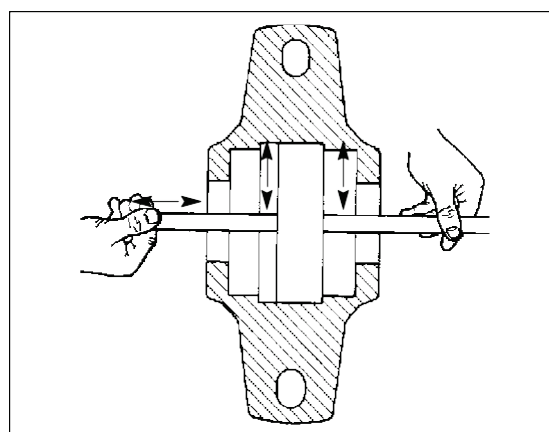

Fig. 8c. Misurare il gioco
2. Rimuovere i bulloni di serraggio M10 (7) e le sedi del cuscinetto superiori (6).
5. Piegarlo il dente dell'anello di sicurezza (3) dall'incavo del dado dell'assale e aprire il dado dell'assale.
6. Rimuovere l'anello distanziatore (3) se il cuscinetto si trova sul lato dell'alimentatore.
7. Misurare il gioco radiale sulla parte superiore del cuscinetto tra i rulli e l'anello esterno con uno spessimetro. Il gioco dovrebbe essere di 0,02-0,03 mm (0,008-0,012"). Misurare il gioco spingendo lo spessimetro tra i rulli (punto A, Fig. 8b.) attraverso il cuscinetto e poi muovendo lo spessimetro avanti e indietro tra i rulli e l'anello esterno - vedi Fig. 8c. Non forzare lo spessimetro attraverso il gioco.
8. Se il gioco è superiore a 0,03 mm, piegare il dente dell'anello di sicurezza (2) dall'incavo del dado dell'assale (1).
12. Installare la sede superiore del cuscinetto e serrare i bulloni (6) a 50 Nm (36 7/8 lbf).